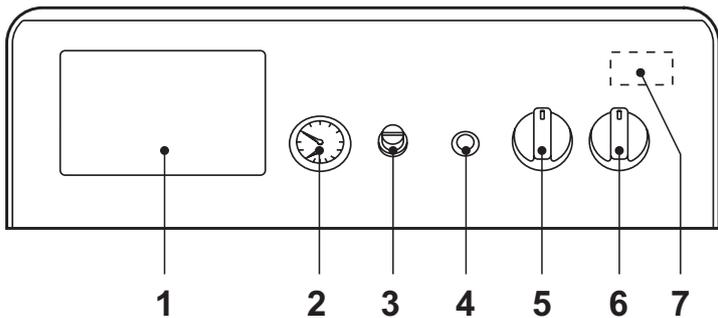
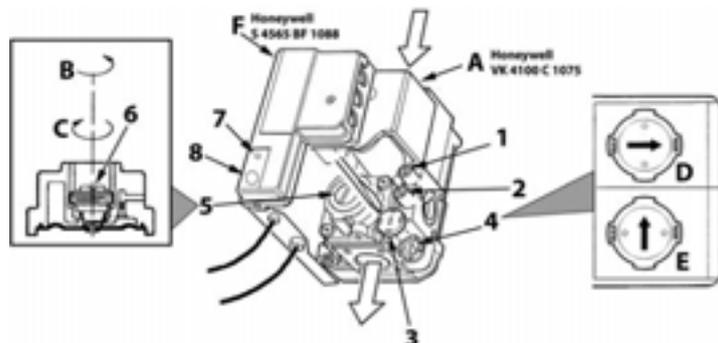

рис. 1 - Панель управления
рис. 4 - Регулирование давления
- Установите главный выключатель "6" в положение 1 (рис. 1).
- Если котел оборудован электронным термостатическим блоком управления, установленным в положении 1 на рис. 1, пользователь должен также соблюдать инструкции, предоставляемые изготовителем данного блока.
Повернув ручку 5 на рис. 1 по часовой стрелке, температура воды в системе отопления повышается и наоборот. Температуру воды в системе отопления можно регулировать в пределах от 30° до 90°. Однако не рекомендуется эксплуатировать котел при температуре ниже 45°.
Задать с помощью термостата температуры воздуха в помещении нужную температуру внутри помещения. По команде от комнатного термостата котел нагревает воду в системе отопления до температуры, заданной с помощью термостата регулировки котла 5 de рис. 1. При достижении в помещении желаемой температуры котел выключается.
При заполнении холодной системы отопления, давление воды, контролируемое по показаниям установленного на котле водомера поз. 2 на рис. 1, должно составлять примерно 1,0 бар. Если во время работы давление воды в системе упало (из-за испарения растворенных в воде газов) до величины ниже вышеуказанного минимума, пользователь должен открыть кран подачи воды и довести давление до первоначального значения. По окончании операции всегда закрывайте кран подачи воды.
Подключите манометр к штуцеру отбора давления 2 (рис. 4), расположенному после газового клапана, затем переведите ручку термостата котла (поз. 5 - рис. 1) на максимум.
Сняв защитную пробку 5 (рис. 4), регулируйте давление газа с помощью винта 6 на желаемое значение (см. таблицу технических данных и диаграммы изменения мощности, приведенных в сар. 5).
2. Снимите с газового вентиля маленький защитный коллак 3 (рис. 4). С помощью маленькой отвертки регулируйте "СТУПЕНЬ" розжига на основании выбранного для работы газа (G20-G25 положение D рис. 4 или G30-G31 положение E рис. 4); установите защитный коллак на место.